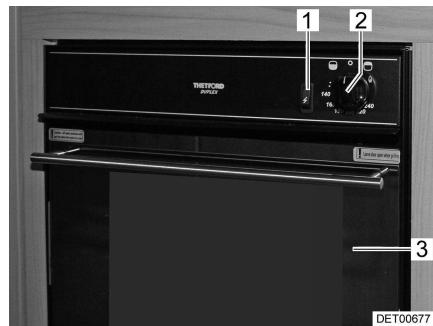
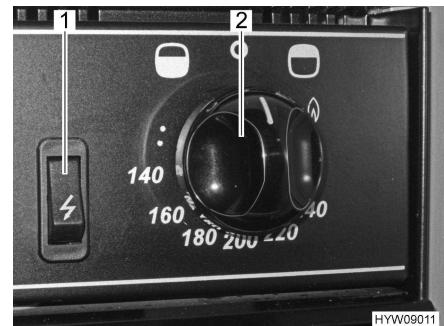

Fig. 88 Forno a gas con grill
Fig. 89 Elementi di comando (forno a gas con grill)
- Aprire completamente lo sportello del forno (Fig. 88,3).
- Premere il pomello girevole (Fig. 88,2 e Fig. 89,2) e ruotarlo in senso antiorario fino a raggiungere la posizione massima consentita (in direzione del simbolo del forno "O").
- Premere il pomello girevole (Fig. 88,2 e Fig. 89,2) e tenerlo premuto per 5-10 secondi. Il gas fluisce verso il bruciatore.
- Premere l'interruttore di accensione (Fig. 88,1 e Fig. 89,1) finché la fiamma brucia.
- Premere il pomello girevole (Fig. 88,2 e Fig. 89,2) e ruotarlo in senso orario (in direzione del simbolo del grill "O" e posizionarlo sul simbolo della fiamma).
- Ruotare il pomello girevole (Fig. 88,2 e Fig. 89,2) su "O". La fiamma si spegne.